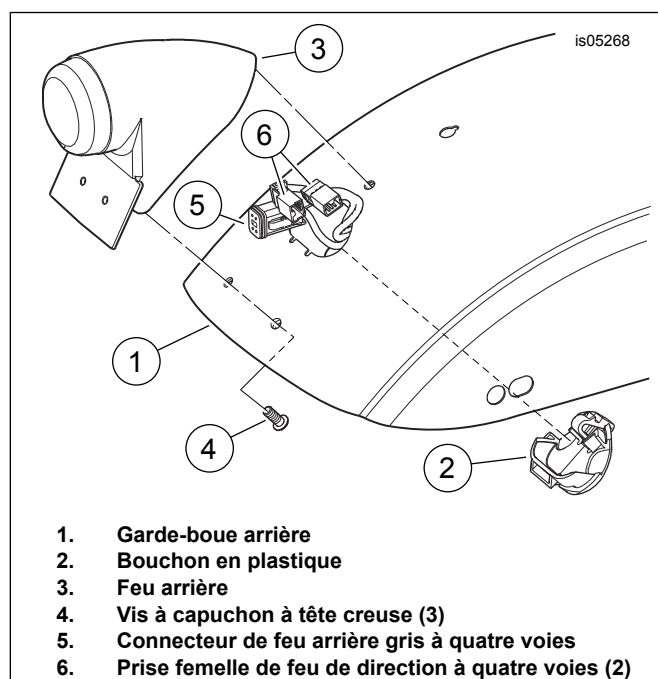

Figure 4. Connexions d'éclairage arrière
1. Voir Figure 4. Retirer le bouchon en plastique (2) du trou d'accès de feu arrière en dessous du garde-boue arrière (1).
2. Retirer avec précaution les fils et les connecteurs de feu de direction de l'intérieur du boîtier de feu arrière (3). Retirer les fils de feu de direction des attaches en dessous du garde-boue. Séparer les prises femelles de feu de direction à quatre voies (6) des prises mâles de faisceau d'éclairage arrière.